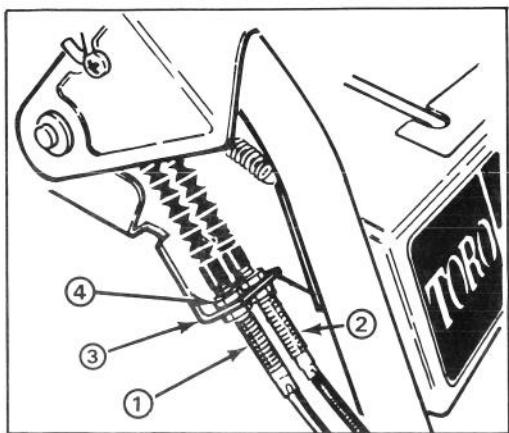

Figure 26
3. Desserrez le contre-écrou supérieur fixant le câble de la tarière/roue hélice au support de fixation (fig. 26).
RÉGLAGE DE LA COURROIE D'ENTRAÎNEMENT DE TRACTION (fig. 26)
3. Réglez la commande de changement de vitesse au point mort (N).
8. Desserrez les contre-écrous qui tiennent le câble de commande (correspondant à la courroie à remplacer) au support (fig. 26). Le câble doit pouvoir glisser librement dans le support lors du changement d'une ou plusieurs courroies.